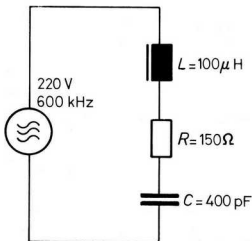

Bild 186
- Bestimmen Sie für die Schaltung nach Bild 186 die Impedanz, den Leistungsfaktor, den Blindleistungsfaktor, Blind-, Wirk- und Scheinleistung, den Phasenwinkel und das Zeigerdiagramm.